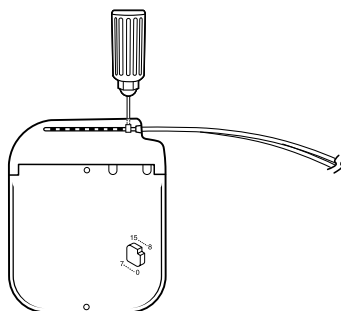

Figura 2. Aperto dos parafusos de fixação no anel autovedante
4. Para cada extensão, eléctrodo ou ficha introduza completamente a chave dinamométrica (embalada com o sistema de neuroestimulação recarregável) em cada anel autovedante do bloco de ligação e aperte cada um dos parafusos de fixação (Figura 2).